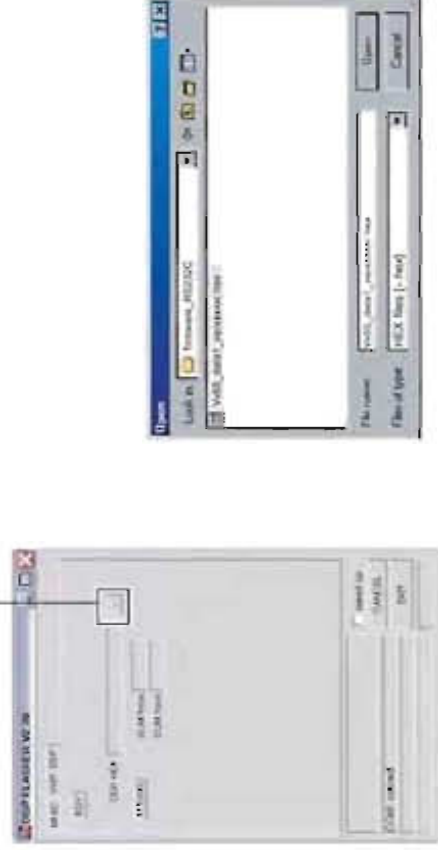

Fig. 5
3. Click [...] and select the firmware name (Fig. 5)
[...] をクリックし、書き込むファームウェアを選択します。(Fig. 5)